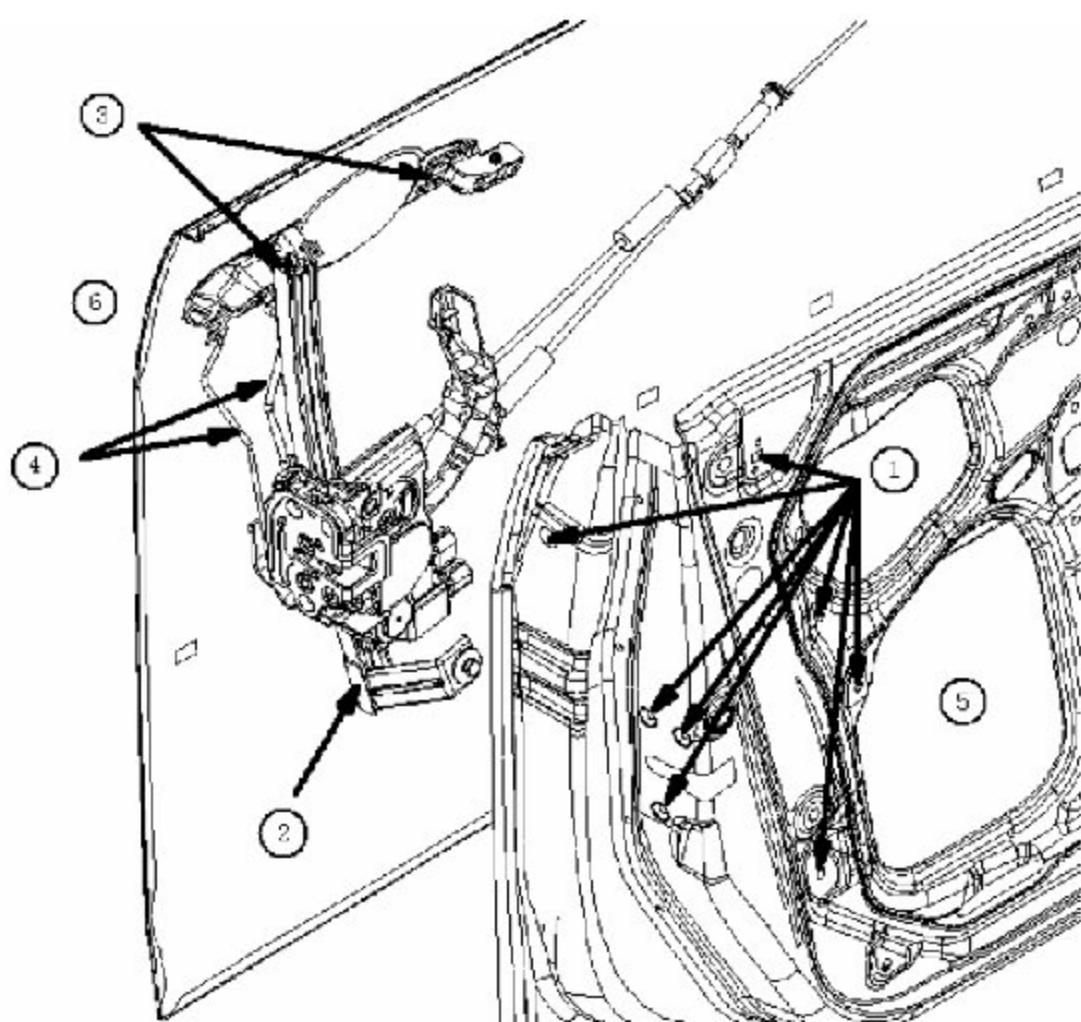

图 2 左前门锁体周边局部放大图
- ① 拆下如图 2 所示位置的螺钉和螺栓，需要的话要先拆下相应的贴片和堵盖；
- ② 扯下玻璃导轨里的玻璃泥槽，拆下玻璃导轨；
- ③ 透过贴片孔拆下外把手上的两个螺栓，取下外把手的前后护板；
- ④ 拨掉拉杆上的塑料衬套；
- ⑤ 通过车门内外板上的过孔将锁体和外把手取出。